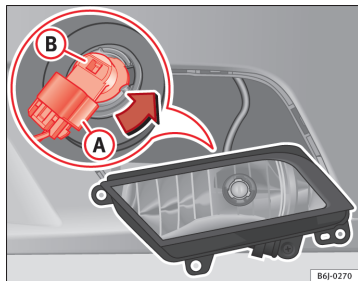

Fig. 142 Projecteur anti-brouillard
- Retirez le connecteur ⇒ fig. 142 (A) de l'ampoule.
- Tournez le support d'ampoule ⇒ fig. 142 (B) vers la gauche puis tirez.